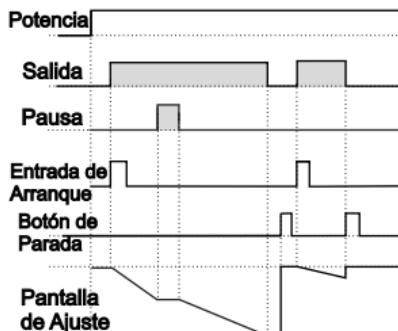

Figura 2.1
2.1.1 Si Conteo Descendente  $dEct = 1$  y  $\text{butF}$  es  $0-n$ , el diagrama de control se muestra la figura 2.1.